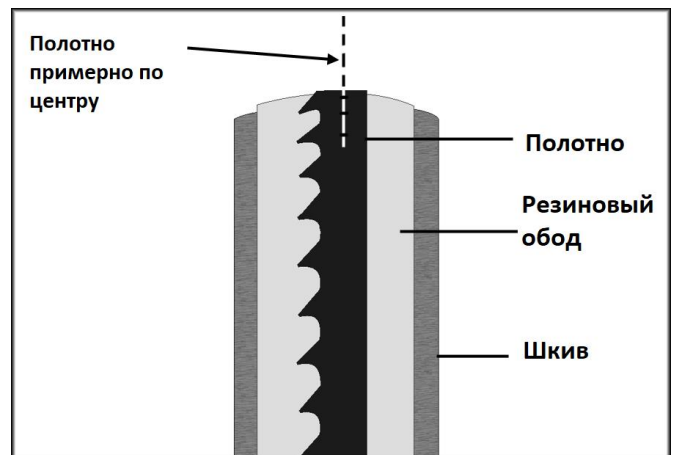

Рис. 8
6. Вращайте шкив рукой, наблюдая за положением полотна в окне хода. Полотно должно перемещаться примерно по центру резинового обода (Рис. 8).